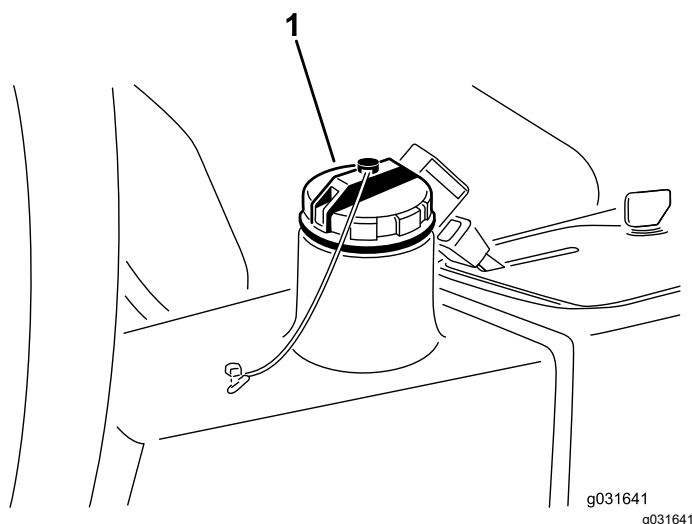

Figure 65
4. Versez environ 13,2 litres de liquide hydraulique dans le réservoir (Figure 65) ; voir Liquides hydrauliques spécifiés (page 58) et Contrôle du niveau de liquide hydraulique (page 59).